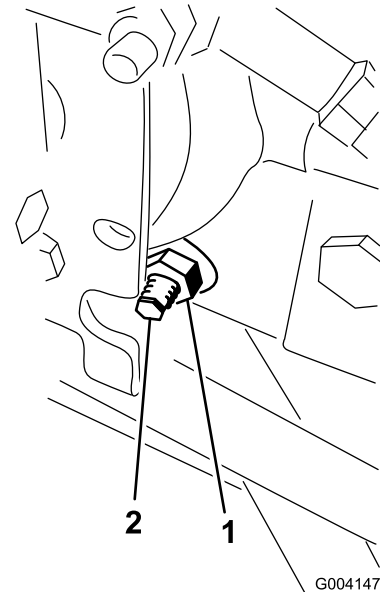

図 68
3. ハイドロスタットの右側にあるトラクション調整カムのロックナットをゆるめる（図 68）。